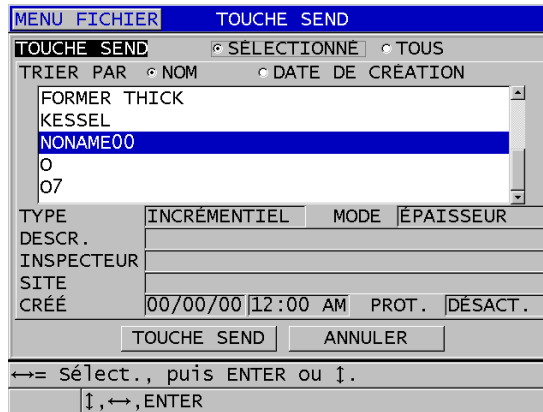

Figure 14-3 Sélection d'un fichier à transférer
4. Dans l'écran **TOUCHE SEND**, faites ce qui suit (voir la Figure 14-3 à la page 278) :